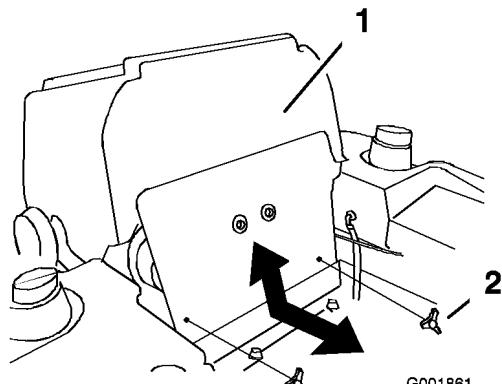

Figura 67
- Incline el asiento hacia adelante y retire el panel delantero del motor (Figura 67).
- Instale el panel delantero del motor (Figura 67).